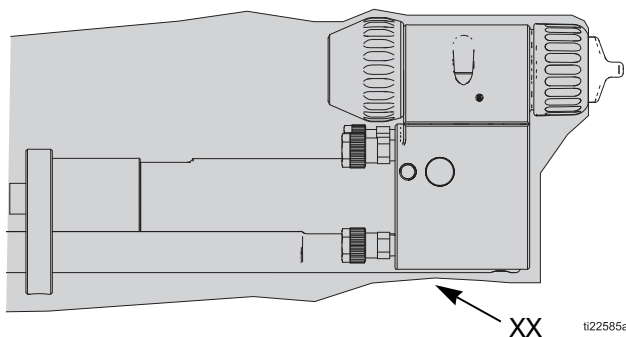

FIG. 18 Cubierta de pistola
Instale la cubierta de la pistola (XX) sobre la parte frontal de la misma y deslícela hacia atrás para cubrir los tubos y las mangueras expuestas de la parte posterior del colector. Consulte FIG. 18.